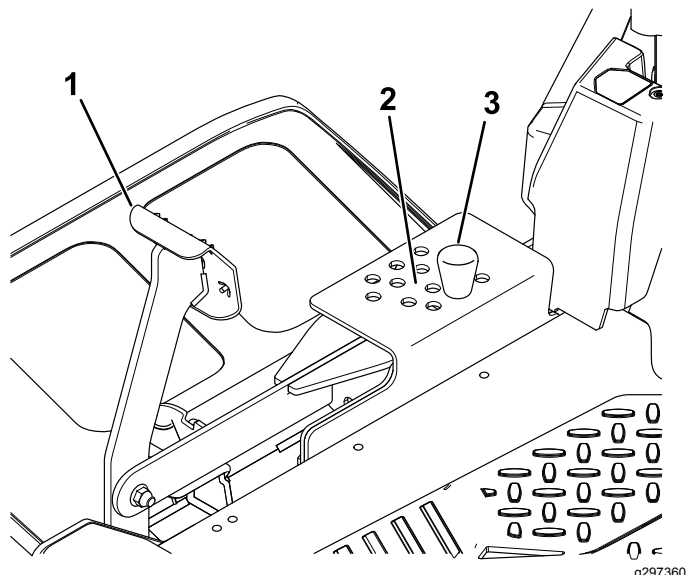

Рисунок 35
2. Для регулировки положения извлеките штифт из кронштейна высоты скашивания (Рисунок 35).
3. Выберите отверстие в системе регулировки высоты скашивания, соответствующее требуемой высоте скашивания, и вставьте штифт (**Рисунок 35**).